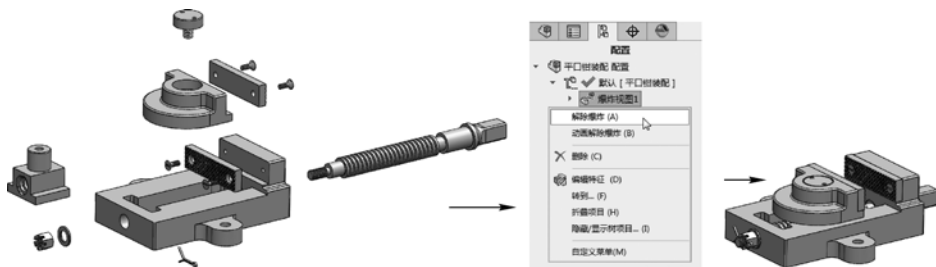

图 5-5 打开素材文件并取消爆炸状态
STEP 1 首先打开本书提供的素材文件“平口钳装配.SLDASM”，如图 5-5 左图所示，可发现此装配文件已经创建了爆炸视图，并处于爆炸视图状态，切换到“ConfigurationManager”选项卡，右击如图 5-5 中图所示的选项，选择“解除爆炸”菜单选项，解除爆炸状态，效果如图 5-5 右图所示。